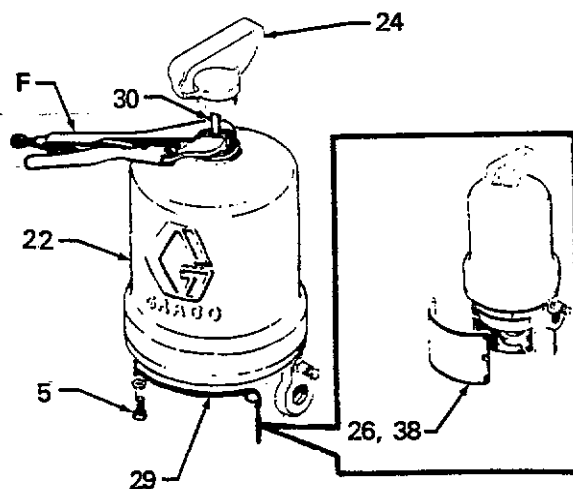

Fig 2
Per rimettere in posizione le valvole di passaggio dell'aria e riavviare il motore, diminuire la pressione di alimentazione dell'aria al motore chiudendo la valvola principale di tipo a spurgo. Se, così facendo, la valvola non si rimette in posizione, svitare il dado cieco (24) dal cilindro (22), tirare l'asta di inversione (30) e riavvitare il dado cieco nel cilindro. Vedi Fig. 2. Accertarsi che la pressione sia inferiore a 12 bar prima di aprire la valvola principale di tipo a spurgo.
Spingere manualmente l'asta del pistone per portare il pistone al punto iniziale della sua corsa. Svitare il dado cieco (24) dal cilindro (22), tirarlo verso l'alto, afferrare l'asta del pistone (30) con delle pinze imbottite (F) e svitare completamente il dado cieco dall'asta del pistone. Vedi Fig. 2.
Togliere le otto viti (5) che fissano il cilindro alla base (29) e sollevarlo delicatamente verso l'alto. Vedi Fig. 2
Il pistone del motore pneumatico, situato dietro le piastre del motore (26, 38), si sposta quando l'aria arriva al motore. I pezzi in movimento possono schiacciarti le dita o essere all'origine di un'amputazione. Per ciò, NON fare MAI funzionare la pompa se non ci sono le piastre del motore pneumatico. Vedi Fig 2.